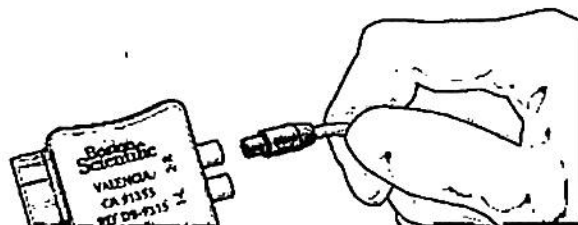

Figura 9. Conexión del cable de estimulación intraoperatoria 1x8 al estimulador de prueba externo 2 y al adaptador de ETS
4. Conecte el cable de estimulación intraoperatoria y la extensión al enchufe del adaptador de ETS con la etiqueta "1-L" (Figura 9). Si se utilizan dos electrodos de ECP, conecte el electrodo de ECP izquierdo al enchufe "1-L" y el electrodo de ECP derecho al enchufe "2-R".